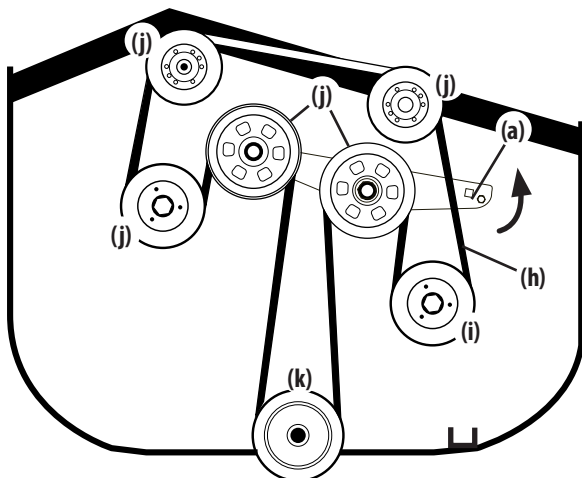

Figure 42
- En utilisant une clé de 1/2 po (12,7 mm) dans le support de poulie de tension (g), tournez la clé vers l'avant de la tondeuse et faites glisser la courroie d'entraînement de la PDF (h) hors de la poulie de l'axe droit (i) (Figure 42).
- Tout en maintenant le support de la poulie de tension, desserrez la courroie de la prise de force autour des poulies (j) et de l'embrayage de la prise de force (k) et faites glisser la courroie pour l'éloigner des poulies (Figure 42).